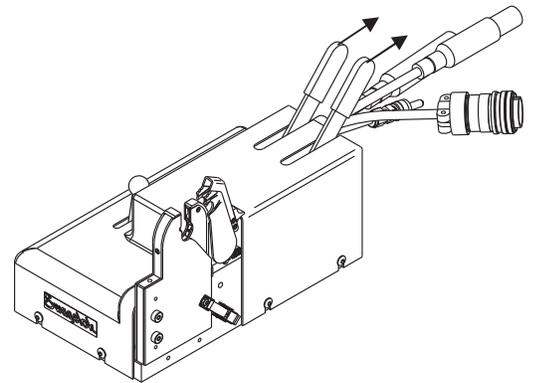

図 13：アクチュエーター・ハンドルを「open (開)」位置まで押す
4. 各アクチュエーター・ハンドルを「open (開)」位置に押し戻して、サイド・プレートを開きます。図 13 をご参照ください。